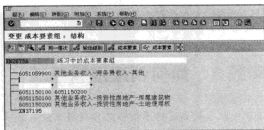

图 15-12 成本要素被删除
STEP 3 单击“分离”按钮，该成本要素即从成本要素组中被删除，如图 15-12 所示。